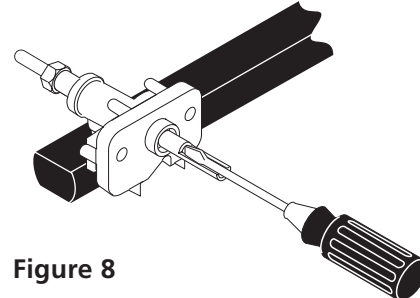

Figure 8
10.4 Réglez la position LOW des robinets des brûleurs de surface (voir Figure 8)